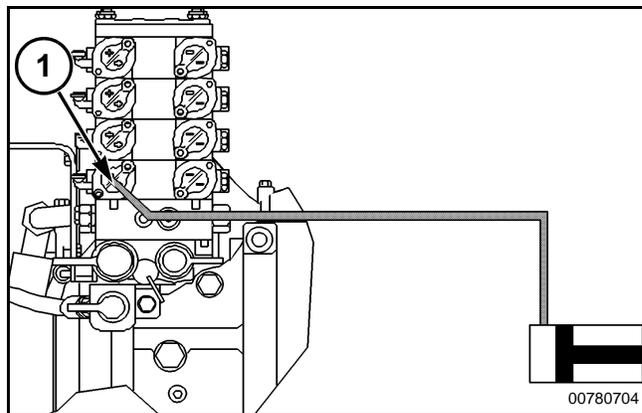

FIG. 184
FIG. 184: Un cilindro de acción sencilla tendrá por lo general una sola manguera para conexión. Conecte la manguera al acoplador + (1) en la válvula de control hidráulico deseada. Para extender el cilindro, tire de la palanca de control hacia atrás hasta la posición de extensión. Para retraer el cilindro, empuje la palanca hacia adelante hasta la posición de retraer.